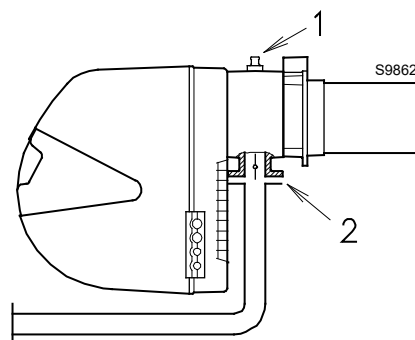

Abb. 18
Gasdruck, an der Entnahmestelle 1)(Abb. 18) gemessen mit:
Strömungsverlust Gasdrossel 2)(Abb. 18) bei maximaler Öffnung: 90°.
- vom Gasdruck am Anschluss 1)(Abb. 18) den Druck in der Brennkammer abziehen.
Gasdruck an der Entnahmestelle 1)(Abb. 18) = 6,4 mbar
Um stattdessen den an der Entnahmestelle 1) notwendigen Gasdruck zu ermitteln (Abb. 18), nachdem die höchste Modulationsleistung festgelegt wurde, bei der Brenner arbeiten soll:
- Lesen Sie rechts, in Spalte 1, den Druck an der Entnahmestelle 1)(Abb. 18) ab.
An der Entnahmestelle 1)(Abb. 18) erforderlicher Druck.